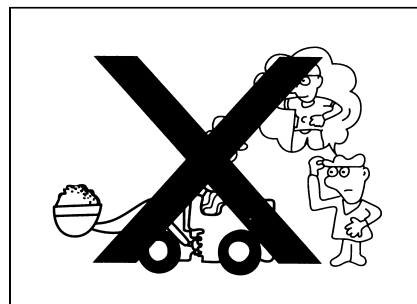

Рис. 1-61
- Перед началом движения следует нажать гудок и выдать сигнал, после убеждения в безопасности стартовать (рис. 1-61).